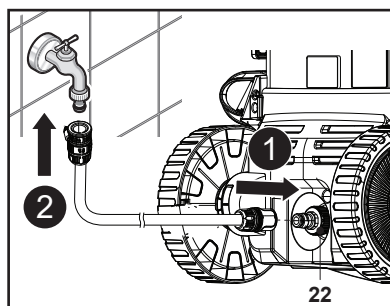

Fig. 10
2. Prinde furtunul de grădină la adaptorul (22) de pe racordul de admisie a apei (12) de la aparat (fig. 10, pasul 1). Utilizează întotdeauna un cuplaj standard pentru admisia apei. Lungimea furtunului nu trebuie să depășească 8 m pentru o funcționare corectă.
3. Conectează celălalt capăt al furtunului de grădină la o sursă de apă (fig. 10, pasul 2).